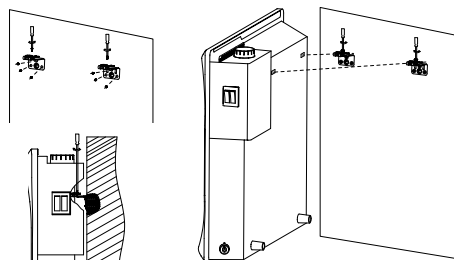

Рис. 5
5. Просверлите отверстия необходимого диаметра по меткам крепления, вставьте дюбели*, приложите кронштейны и закрутите установочные винты†, закрепив тем самым кронштейн на стене (см рис. 5).
6. Ослабьте крепежные винты в верхней части кронштейнов и установите конвектор на кронштейн, соединив 2 щелевых отверстия на задней части конвектора с 2 выступами на кронштейнах (рис. 5).